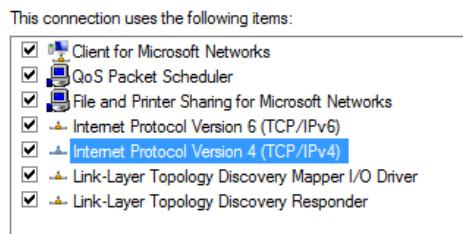

Figura 14 Cuadro de diálogo Propiedades de conexión de área local – Protocolo de Internet versión 4
- e En la lista de elementos de **Esta conexión usa los siguientes elementos**, haga doble clic en **Protocolo de Internet versión 4 (TCP/IPv4)** (**Figura 14**).